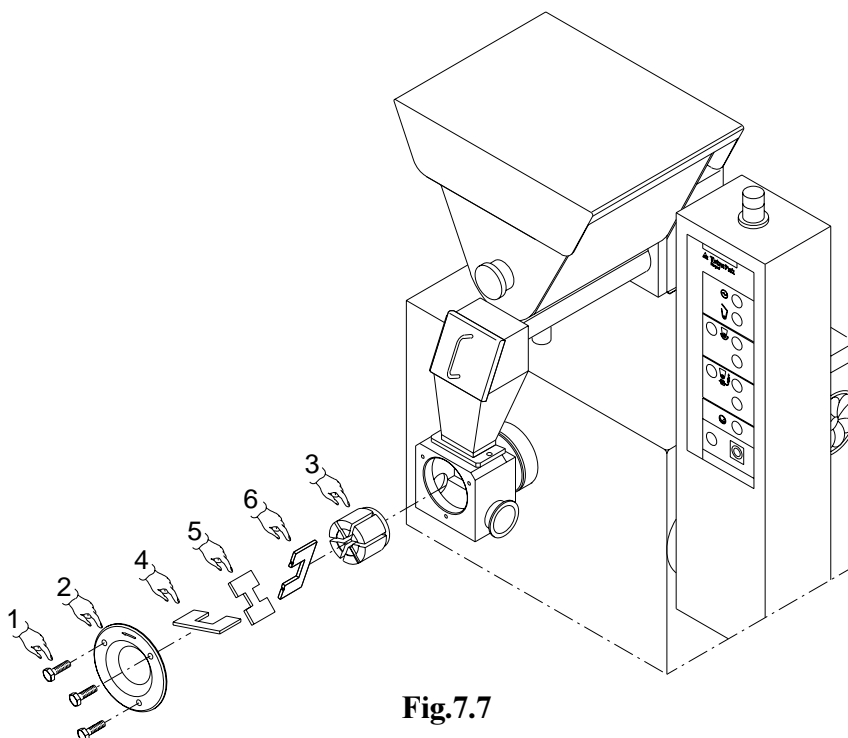

Fig.7.7
Se durante il funzionamento la pompa fosse rumorosa o bloccata, smontare le viti (*Part.1, Fig.7.7*) ed il coperchio anteriore della pompa (*Part.2, Fig.7.7*) estrarre le palette (*Part.4-5-6, Fig.7.7*) e il rotore (*Part.3, Fig.7.7*).
- inserire prima la palette (*Part.6, Fig.7.7*) contrassegnata con due tacche,
- inserire la palette (*Part.5, Fig.7.7*),
- inserire la palette (*Part.4, Fig.7.7*),